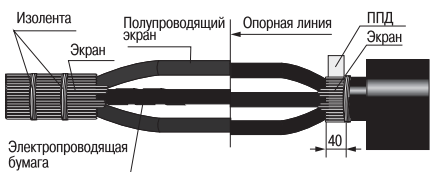

Рисунок 3
4.7 Размотать электропроводящую бумагу с жил кабеля до места отгиба проволоки экрана и обрезать её, не повреждая полупроводящего экрана (рисунок 3). Обрезать жилы обоих концов соединяемого кабеля по опорной линии.